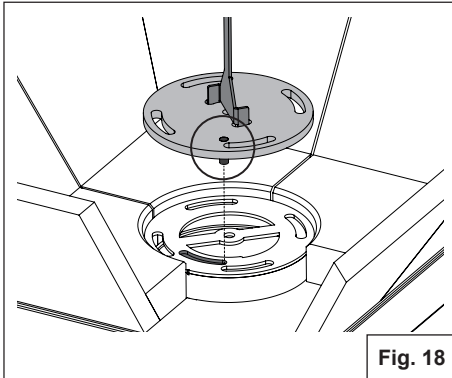

Fig. 18
6. Una volta terminata la pulizia, riposizionare il cassetto raccogli cenere e la piastra in ferro, facendo attenzione a inserire correttamente il perno nel suo alloggiamento (Fig.18).